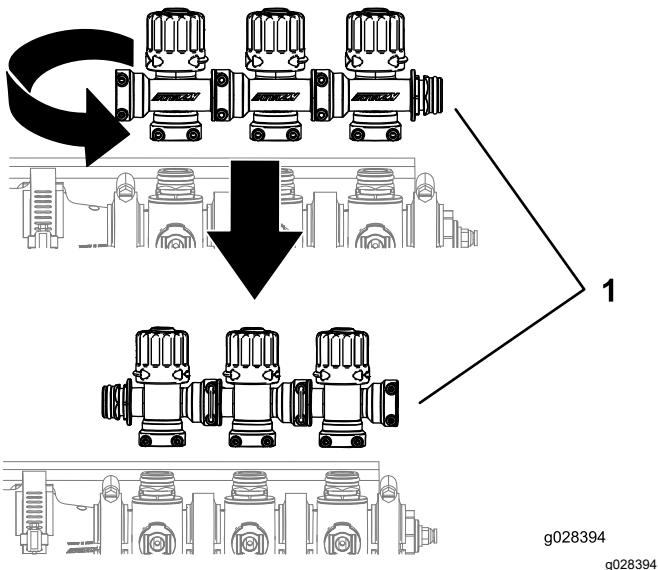

Figura 15
5. Gire el grupo de válvulas de desvío de los brazos 180 grados, como se muestra en la Figura 15.